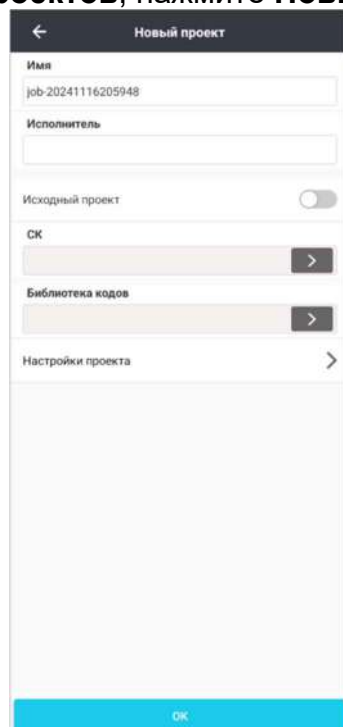

Рисунок 3.1.4
1. Находясь в **Менеджере проектов**, нажмите **Новый** (Рисунок 3.1.4).
- Библиотека кодов** (Рисунок 3.1.4): выберите шаблон полевых кодов для улучшенной идентификации точек при камеральной обработке.
- Настройка проекта** (Рисунок 3.1.4): настройте дополнительные параметры проекта.